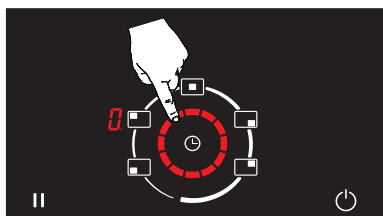

Abbildung 10
2. Nach der Auswahl des entsprechenden Kochbereichs kann dieser ausgeschaltet werden, indem die Temperatur des Kochbereichs mit dem Drehschieber auf die Stufe  eingestellt wird. (Siehe Abb. 10)